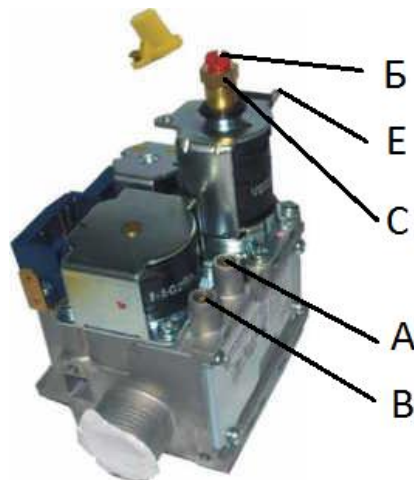

Рис. 11. Регулятор подачи газа
- 4) снять пластмассовый колпачок с регулировочных винтов С и Б (см. Рис. 11).